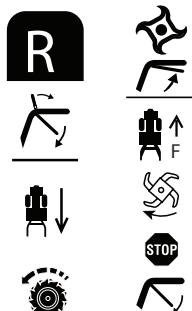

Figura 16
- a. Tire del estribo hacia arriba y sosténgalo contra los manillares. Consulte la Figura 16 y Figura 177.
- b. Eleve los manillares hasta que los dientes dejen ligeramente de tocar el suelo y luego jale de la perilla de control de marcha atrás para activar el movimiento en reversa. Consulte la Figura 16 y la Figura 199.